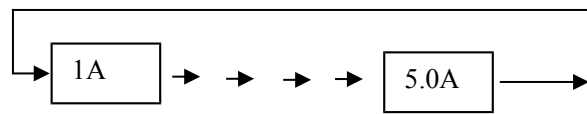

图 5
- 3) 在光标当前所示项目，按   键可进行该项菜单的变更，并循环指示，流程见图 5 所示。